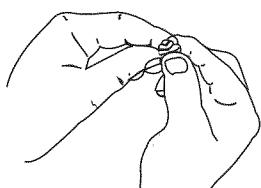

Fig. 37
5. Apriete el filtro para espesar y retirar el exceso de aceite (Fig. 37).